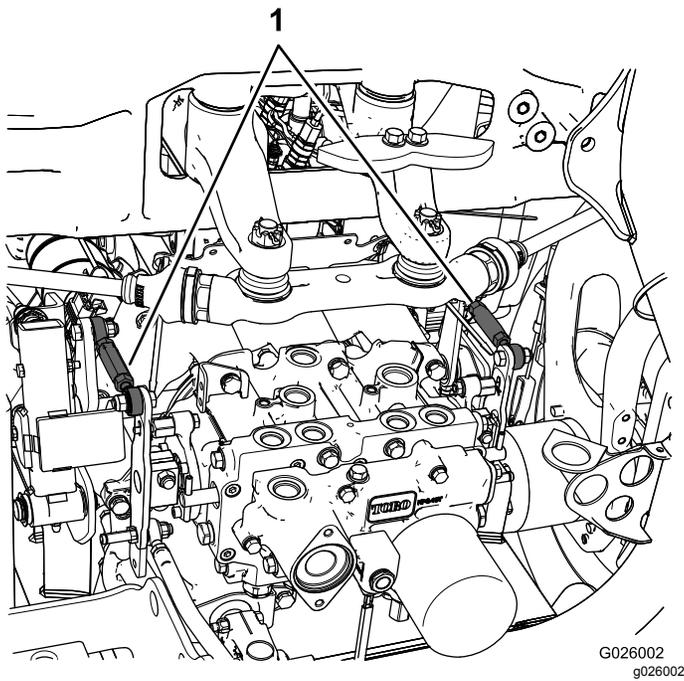

Figura 49
- Se o pneu traseiro esquerdo estiver rodar, desaperte as porcas de bloqueio na barra de controlo da transmissão do lado esquerdo (Figura 49).